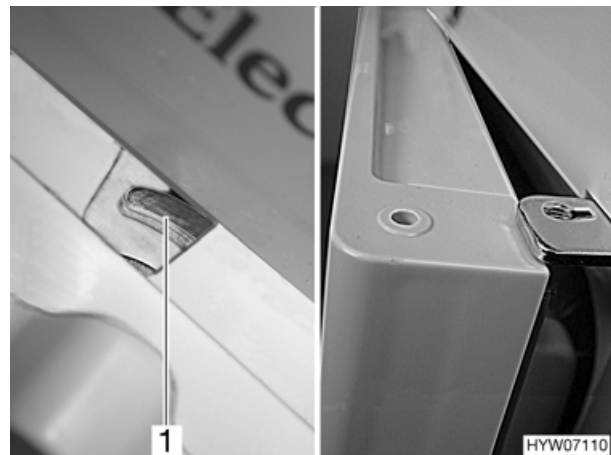

Bild 86 Kühlschranktür in Lüftungsstellung (Variante 3)
- Kühlschranktür mit Hilfe der Türarretierung (Bild 86,1) fixieren. Die Kühlschranktür bleibt damit leicht geöffnet (Bild 86).